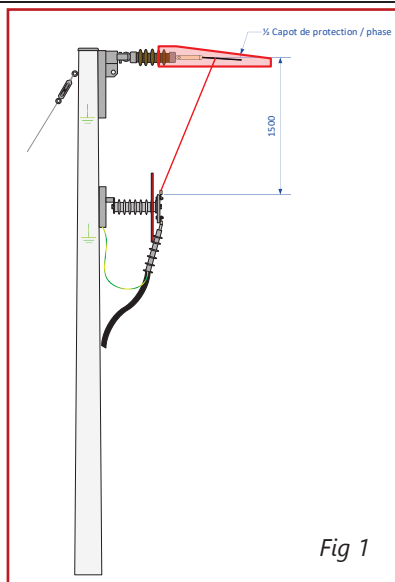

Fig 1
Pour les cas en arrêt de ligne (fig 1)
- 3 x Capots de protection BCIC – 3313 pour la Fig 1 – N° ERP 1259608